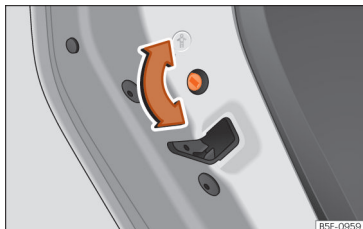

Abb. 56 Kindersicherung in der linken Tür
- Drehen Sie bei geöffneter Tür den Schlitz mit dem Fahrzeugschlüssel an den linken Türen im Uhrzeigersinn »» (Abb. 56) und bei den rechten Türen gegen den Uhrzeigersinn.
- Drehen Sie bei geöffneter Tür den Schlitz mit dem Fahrzeugschlüssel an den linken Türen gegen den Uhrzeigersinn »» (Abb. 56) und bei den rechten Türen im Uhrzeigersinn.